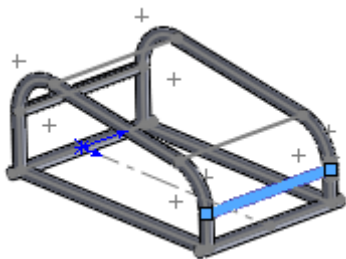

图 16-17 添加第二条矩形管构件
②单击“焊件”工具栏中的“结构构件”按钮,或执行“插入”→“焊件”→“结构构件”菜单命令,拾取图 16-17 所示的连接线条,添加矩形管结构构件,单击“确定”按钮.